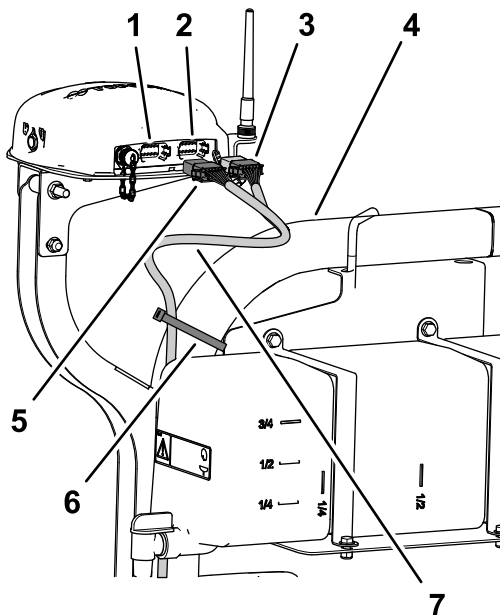

Figura 199
2. Disponete la diramazione da 390 cm del cablaggio dati lungo il tubo del ROPS di destra con il connettore a 12 prese (grigio) e il connettore a 12 prese (nero) in alto, verso il ricevitore di navigazione (Figura 199).
7. Fissate la diramazione da 390 cm del cablaggio dati al tubo del ROPS di destra con 2 fascette per cavi, come illustrato nella Figura 199.